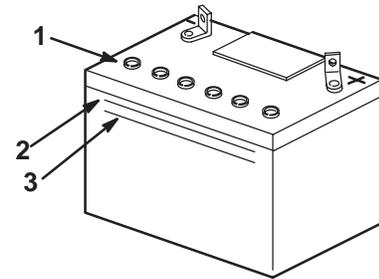

Figure 19
- Observez le côté de la batterie. Le niveau de l'électrolyte doit atteindre le trait supérieur (Fig. 19). Ne laissez pas l'électrolyte descendre en dessous du trait inférieur (Fig. 19).
- Enlevez les bouchons d'aération de la batterie (Fig. 19).
- Versez de l'eau distillée avec précaution dans chaque élément jusqu'au repère supérieur (Fig. 19) sur le côté de la batterie.
- Attendez cinq à dix minutes après avoir rempli les éléments. Ajoutez de l'eau distillée au besoin, pour amener le niveau au repère supérieur (Fig. 19) sur le côté de la batterie.